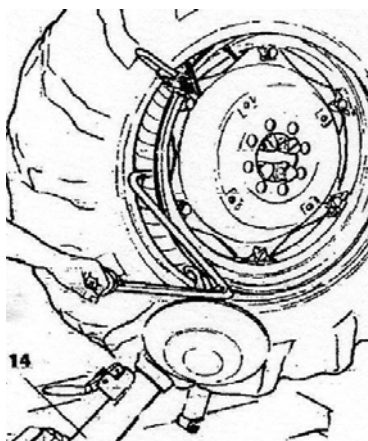

Рисунок 26
8.5.31 Переместите рычаг монтажного инструмента в рабочее положение (поз. 14, Рисунок 26)
8.5.33 Немного проверните зажимное устройство по часовой стрелке, пока не сможете вставить рычаг отжима борта с/х шин в предназначенное для него углубление (Рисунок 26). **Этот рычаг поставляется под заказ.**